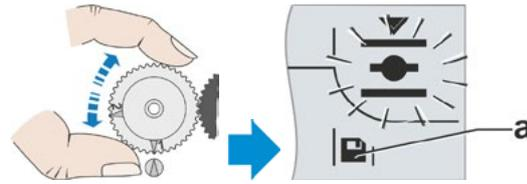

Fig. 8: Rotazione della ruota centrale fino alla comparsa del simbolo di salvataggio
10. Solo per gruppo di ingranaggi di segnalazione: ruotare la ruota centrale lentamente nella stessa direzione in cui ha girato al raggiungimento della posizione di fine corsa (vedi "Importante" nella sequenza operativa 9.), fino a quando non compare il simbolo di salvataggio (fig. 8, pos. a).